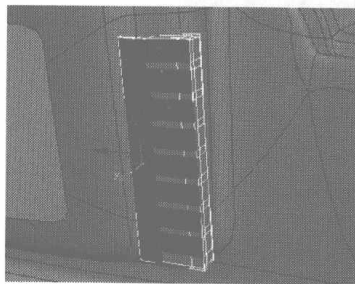
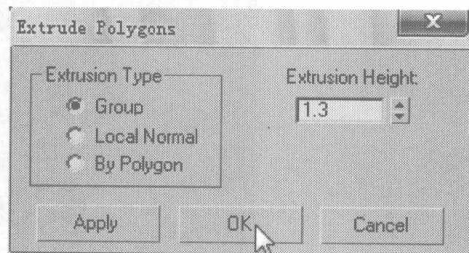
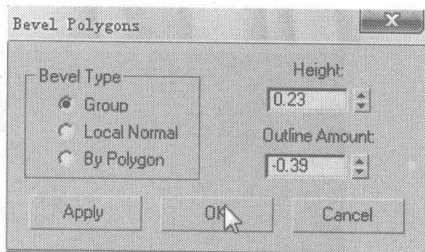

图 6.195
图 6.196
图 6.197
- 05** 选择如图 6.195 所示的面，在 Edit Polygons 卷展栏中单击 **Extrude** 右侧的小按钮，在弹出的对话框中设置挤压参数，如图 6.196 所示；再单击 **Bevel** 右侧的小按钮，在弹出的对话框中设置倒角参数，如图 6.197 所示。